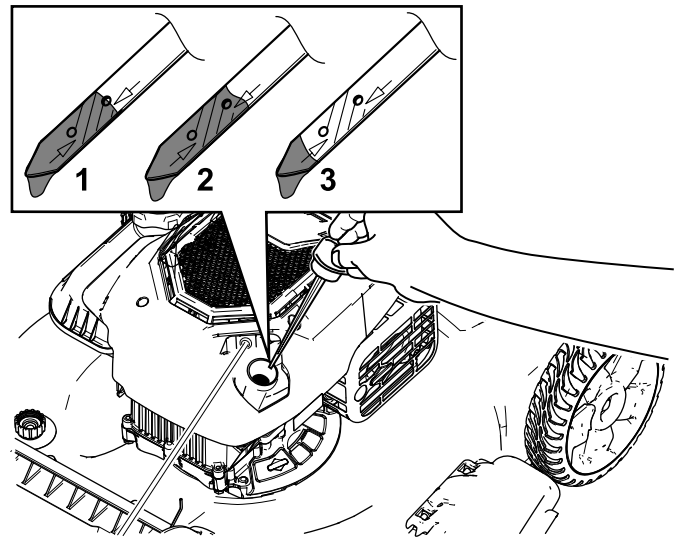

Figura 24
- Retire la varilla girando el tapón en el sentido contrario a las agujas del reloj y tirando del mismo (Figura 24).
- Observe el nivel de aceite en la varilla (Figura 24).